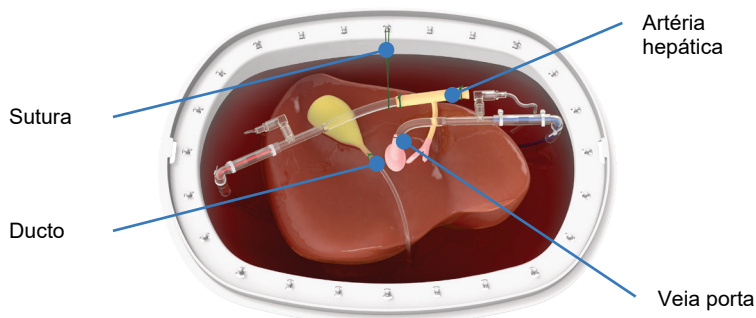

Figura 27 Canulação da artéria hepática e veia porta
- Para conectar o fígado do doador ao Conjunto de Perfusão Liver Assist [REF 11.401], é necessária a canulação da veia porta e da artéria hepática, veja a Figura 27.